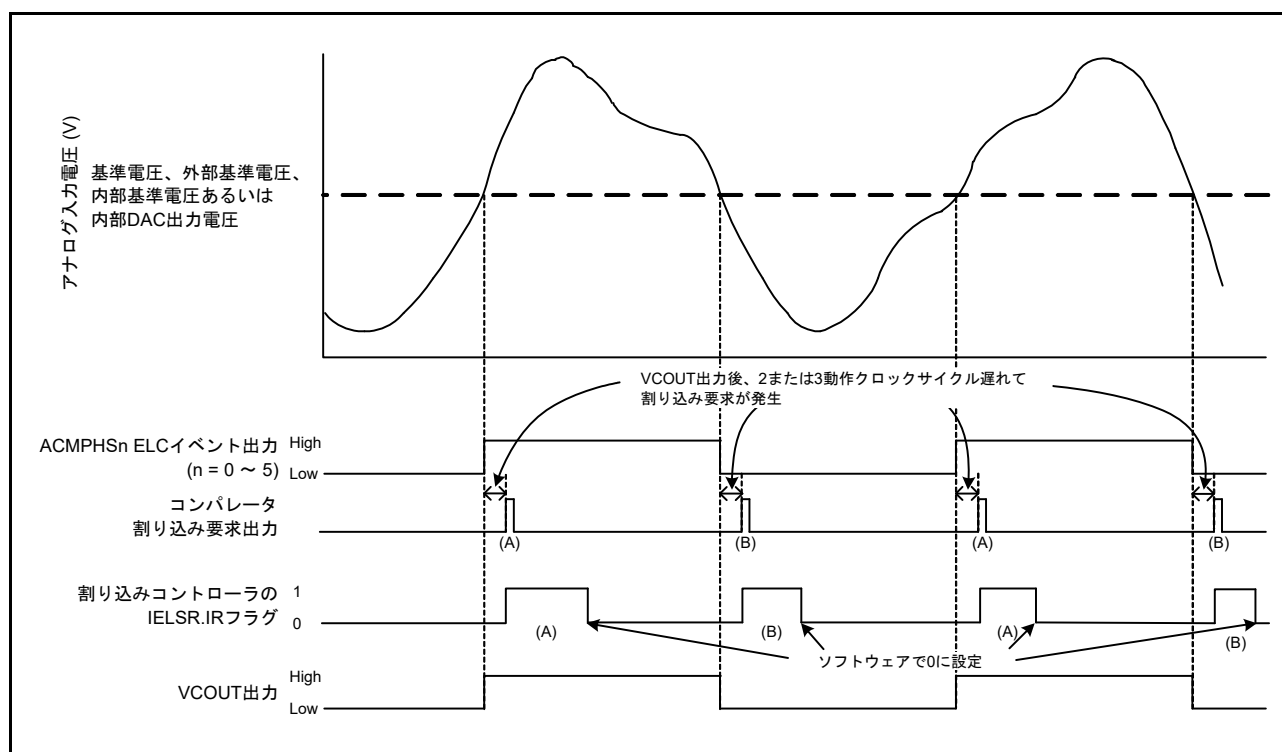

図 48.2 ACMPHS の動作例
ACMPHS の動作例を図 48.2 に示します。アナログ入力電圧が ACMPHS 基準入力電圧より高くなると VCOOUT 出力は 1 になり、低くなると 0 になります。ACMPHS 出力が変わると、割り込み要求および ELC イベントが出力されます。
図 48.2 は $CPOE = 1$ (端子出力許可)、 $CDFS[1:0] = 00b$ (フィルタ不使用)、および $CEG1 = CEG0 = 1$ (両エッジ検出を選択) の場合に適用されます。 $CINV = 0$ 、 $CEG0 = 1$ 、 $CEG1 = 0$ (ACMPHS からの非反転出力信号の立ち上がりエッジ検出を選択) の場合、IELSR.IR フラグは (A) で示されるように変化します。 $CINV = 0$ 、 $CEG0 = 0$ 、 $CEG1 = 1$ (ACMPHS からの非反転出力信号の立ち下がりエッジ検出を選択) の場合、IELSR.IR フラグは (B) で示されるように変化します。 $CPOE = 1$ の場合、VCOUT は ELC イベント出力を直接出力します。